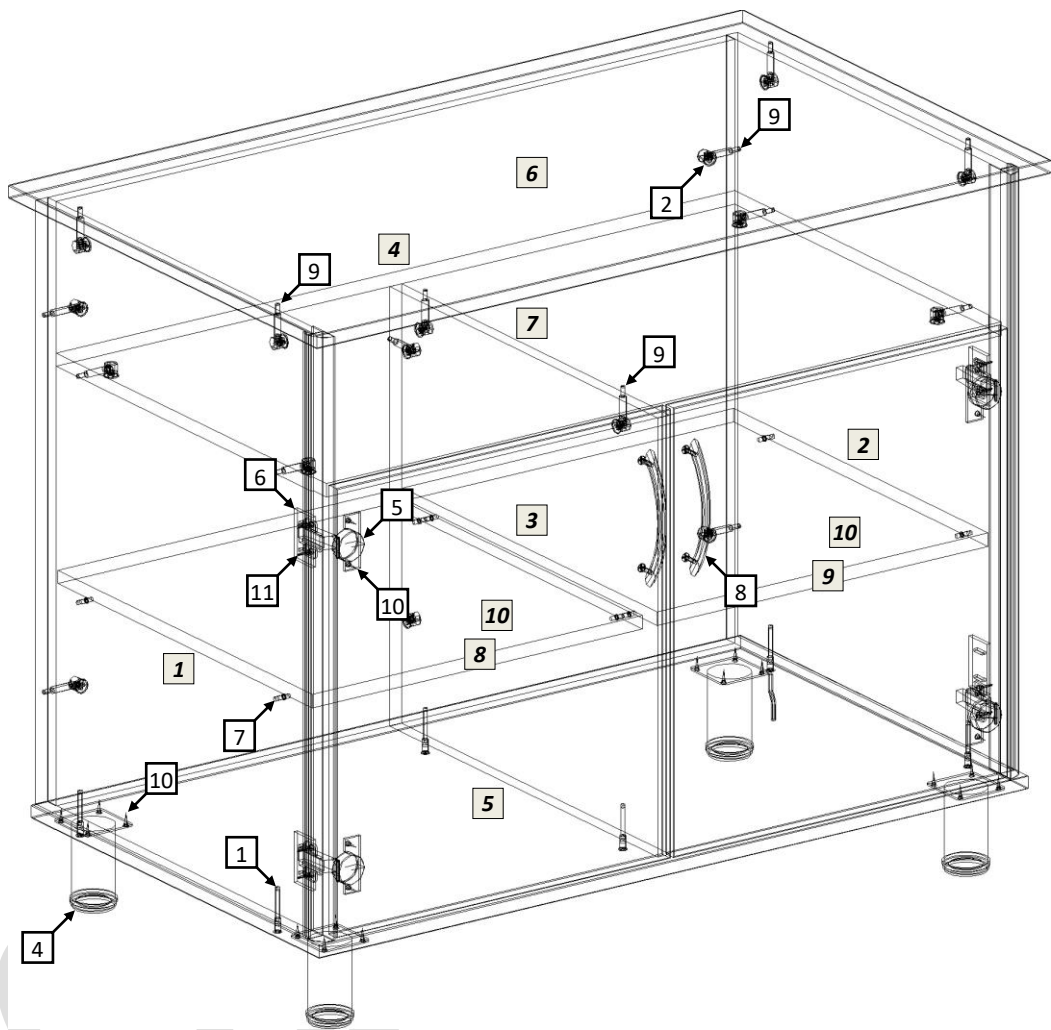

рис.1
- 4.1 Распаковав стол, внимательно ознакомьтесь со схемой сборки, изображённой на рис.1. Согласно комплекточной ведомости и позициям на схеме определите расположение деталей в изделии и порядок их сборки. Сборка производится на ровном полу, укрытом материалом, предотвращающим повреждение покрытия пола и деталей мебели. Подготовьте необходимые для сборки инструменты – плоскую и крестовую отвёртки, молоток, рулетку или линейку, шуруповёрт.
- 4.3 Соедините вертикальные стенки [1,2,3] с задней стенкой [4], крышкой [6] и горизонтальной стенкой [7], как показано на рис.1. Затяните соединение, повернув эксцентрики до упора в направлении стрелки, выштампованной на корпусе стяжки. Евровинтами (1) закрепите горизонтальную нижнюю стенку [5]. Шурупами 3.5×16 (10) закрепите опоры (4). Установите заглушки для эксцентриков (2).